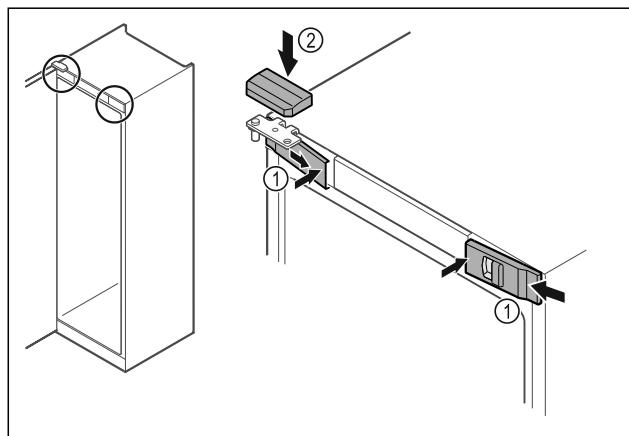

Fig. 44
- ▶ Bočno zakvačite prednje poklopce Fig. 44 (1) i uglavite ih iznutra.
- ▶ Uglavite gornji poklopac Fig. 44 (2) odozgo.